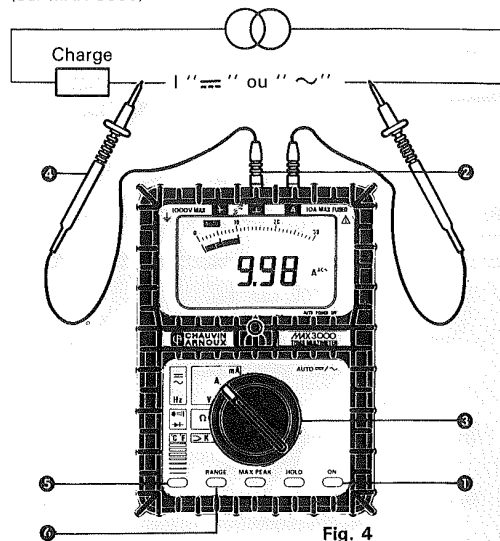

Fig. 4
- 4 Effectuer la mesure d'intensité comme indiqué ci-contre (Fig. 4).